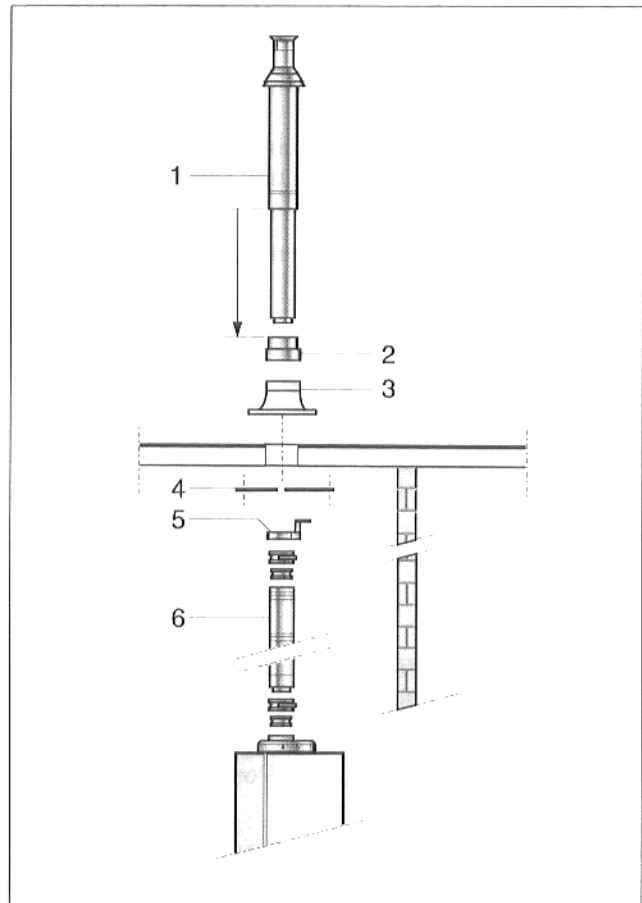

Abb. 14 Montage Dachdurchführung Flachdach
- Die Montage erfolgt analog der beim Schrägdach, wobei an Stelle des Universal-Dachziegels mit Regenkappe (Zubehör) ein Klebeflansch (Zubehör, Abb. 14, Pos. 3) verwendet wird.